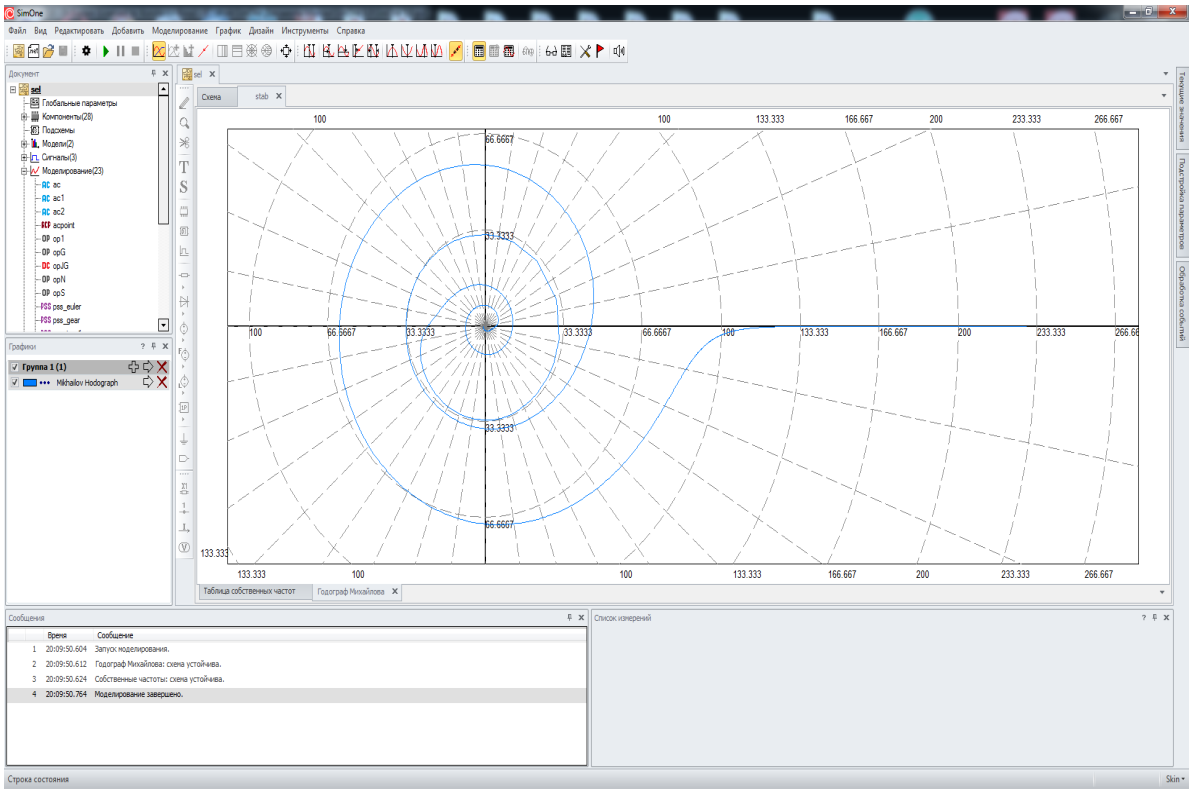

Рис. 15.3.3 Годограф Михайлова схемы
- нарисует годограф в полярной системе координат (рис. 15.3.3)